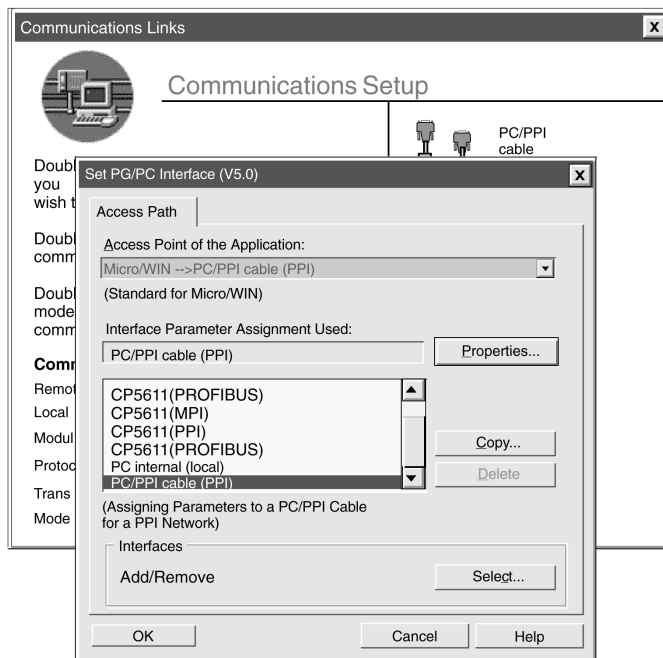

图 3-2 设定 PG/PC 接口的对话框
2. 在通讯设定对话框中, 双击 PC/PPI 电缆的图标。将出现设定 PG/PC 接口的对话框。见图 3-2。